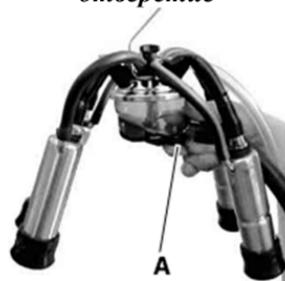

Рисунок 2.25 – Правильное держание
- Взять молочный коллектор за выпускной патрубок. Поднять указательным пальцем клапан (А), чтобы подвести вакуум к доильным стаканам (рис. 2.25). Необходимо удерживать клапан во время всего процесса надевания доильных стаканов.